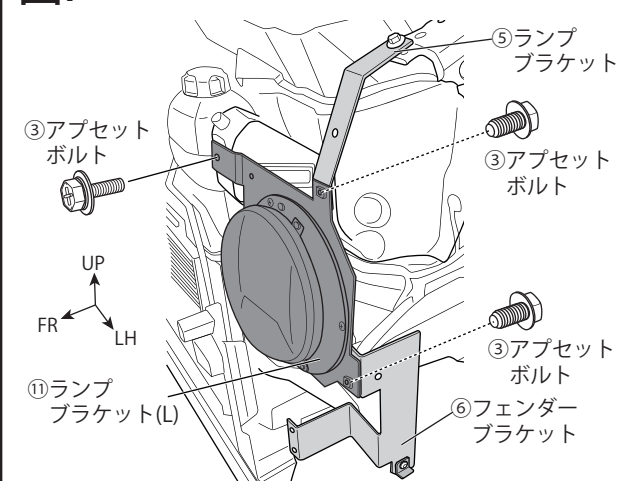

図8 ※左右共通作業 (図はLH)
11. 図8を参考に、車両ポジションランプハーネスに⑭変換ハーネスのエレクトロタップを接続します。